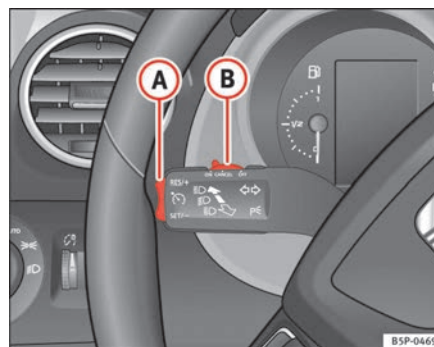

Abb. 149 Blinker- und Fernlichthebel: Schalter und Wippe für die Geschwindigkeitsregelanlage
- Drücken Sie den oberen Teil der Wippe **RES/+** ⇒ Abb. 149 **A**, um die Geschwindigkeit zu erhöhen. Solange Sie die Wippe gedrückt halten, beschleunigt das Fahrzeug. Sobald Sie die Wippe loslassen, wird die neue Geschwindigkeit gespeichert.
Wenn Sie die gespeicherte Geschwindigkeit durch Treten des Bremspedal verringern, ist die Regelung der gespeicherten Geschwindigkeit ausgeschaltet. Sie können durch einmaliges Drücken des oberen Teils der Wippe **RES/+** → Abb. 149 **A** die Regelung wieder aufnehmen.